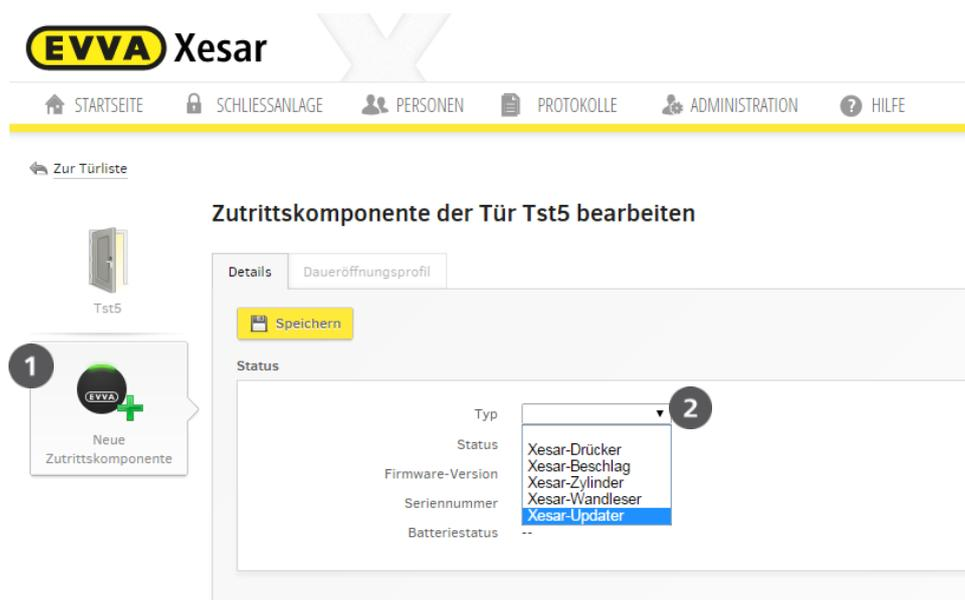

Abbildung 86: Xesar-Zutrittskomponente zuweisen
- Klicken Sie auf **Neue Xesar-Zutrittskomponente** ❶, wenn Sie Ihrer Schließanlage eine Xesar-Zutrittskomponente zuweisen möchten (Abbildung 86: Xesar-Zutrittskomponente zuweisen).
- Im Anwendungsfenster **Xesar-Zutrittskomponente** können Sie jetzt den **Typ** ❷ (Abbildung 86: Xesar-Zutrittskomponente zuweisen) Ihrer gewünschten Xesar-Zutrittskomponenten auswählen.